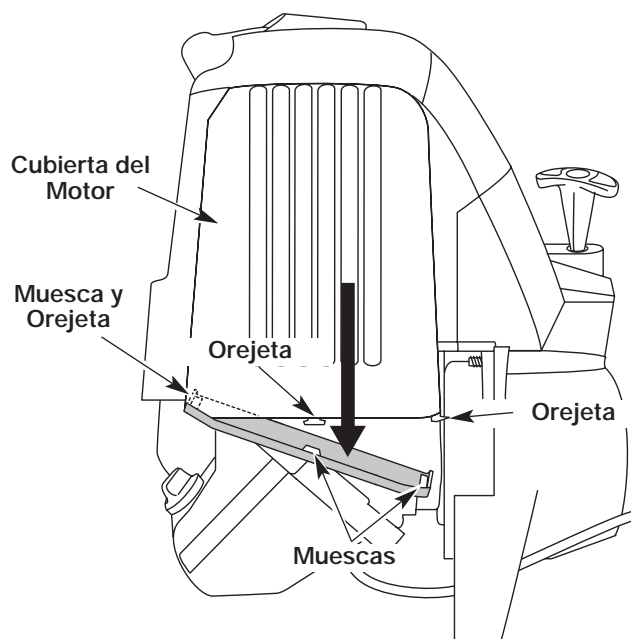

Fig. 62
1. Retire la cubierta del silenciador presionando la esquina con un destornillador de vástago plano (Fig. 62). Deslice las muescas a los lados de la cubierta del silenciador sobre las orejetas de la cubierta del motor y retire.
13. Vuelva a colocar la cubierta del silenciador. Deslice las muescas a los lados de la cubierta del silenciador sobre las orejetas de la cubierta del motor y enganche en su lugar (Fig. 62).